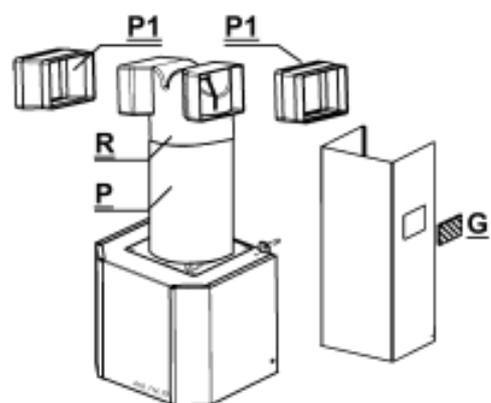

Рис. 7
- Подгоните дополнительный надставитель **P** так, чтобы расположение выходных отверстий 1 и 2 соответствовало прорезам декоративного воздуховода. Подсоедините дополнительный надставитель **P** к круглому выводному отверстию вентилятора, надавив на него вниз, и таким же способом укрепите на надставителе распределительный узел **R** (удостоверьтесь в том, что на распределительный узел **R** установлены два боковых дополнительных надставителя **P1**). Высота собранной конструкции **R+P** должна соответствовать высоте расположения выходных отверстий декоративного воздуховода (рис. 7).
- Присоедините дополнительный надставитель **P** к круглому выводному отверстию вентилятора, надавив на него вниз, и таким же способом укрепите на надставителе распределительный узел **R** (удостоверьтесь в том, что на распределительный узел **R** установлены два боковых дополнительных надставителя **P1**). Подгоните дополнительный надставитель **P**, так чтобы расположение выходных отверстий 1 и 2 соответствовало прорезям декоративного воздуховода. Высота сборной конструкции **R+P** должна соответствовать высоте расположения отверстий декоративного воздуховода (рис. 7).